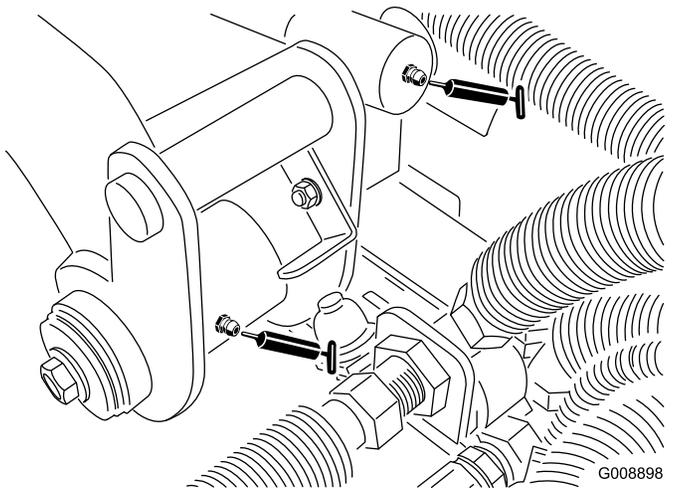

Bild 49
- Hintere Hubarm-Drehbüchsen und Hubzylinder (2) (Bild 49)